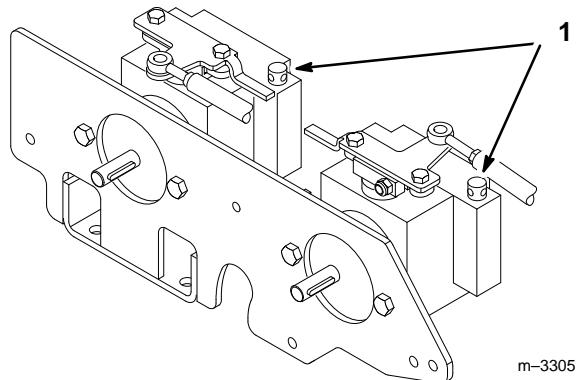

Figure 19
2. Avant de pousser la machine, ouvrir les vannes de dérivation en les dévissant de 2 tours vers la gauche pour permettre au liquide hydraulique de contourner la pompe afin que les roues puissent tourner (Fig. 19).
1. Revisser les vannes de dérivation avant d'utiliser la machine (Fig. 19).